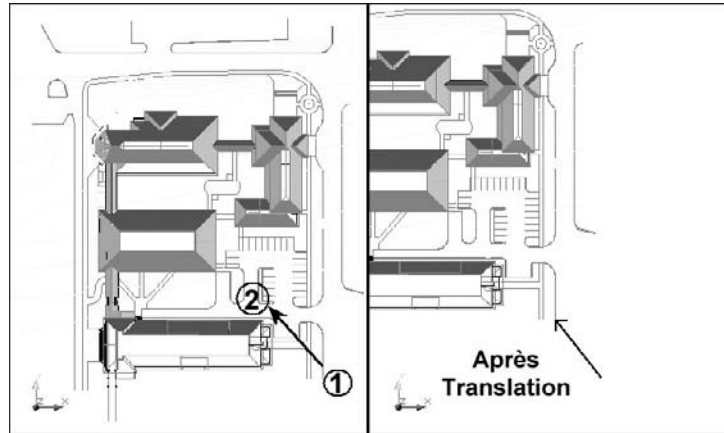

Fig.3.16
- **Point** : permet de pointer deux points pour effectuer le panoramique : un point de départ et un point d'arrivée (fig.3.16).